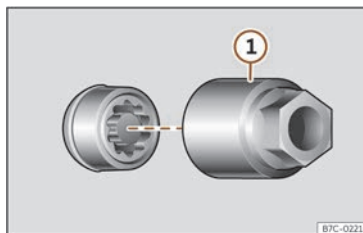

Fig. 242 Boulon antivol de roue avec capuchon et adaptateur.
- Encastrez l'adaptateur spécial >>> **fig. 242** ① (outillage de bord >>> page 342) sur le boulon de roue antivol jusqu'à la butée.